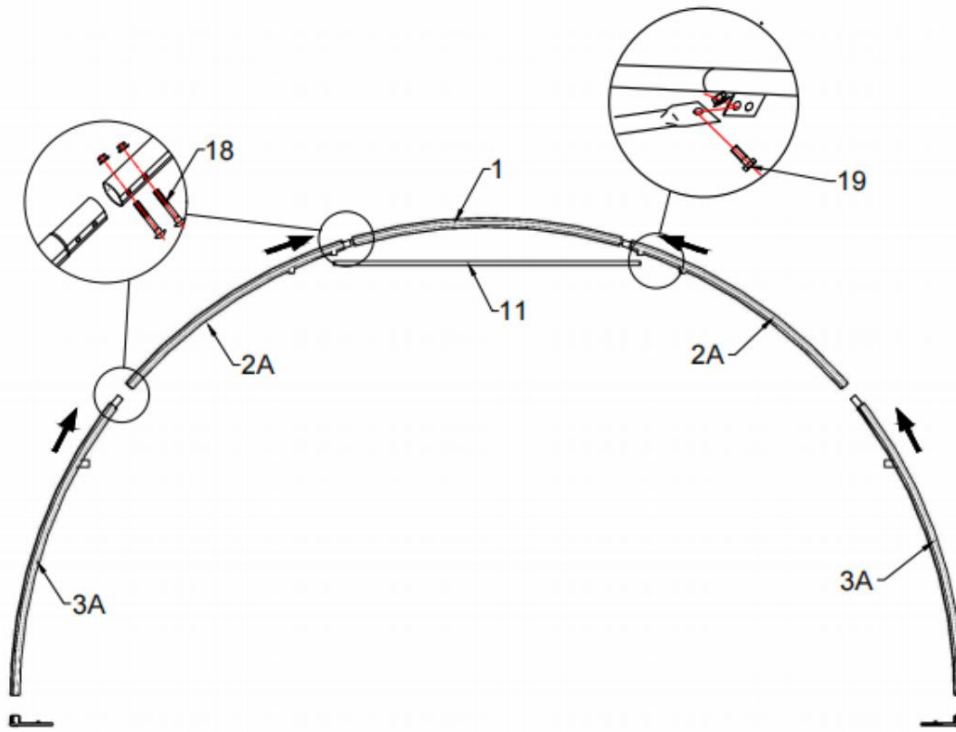

Figure 2
1. Comme indiqué sur les figures 2 et 3, repérez un tube cintré de toit (n° 1), deux tubes cintrés intermédiaires (n° 2), un tube cintré inférieur (n° 3) et assemblez chaque arc à l'aide d'une vis M8x60 (n° 18). NE PAS installer la vis sur le dessus de la ferme, là où reposera la toile.